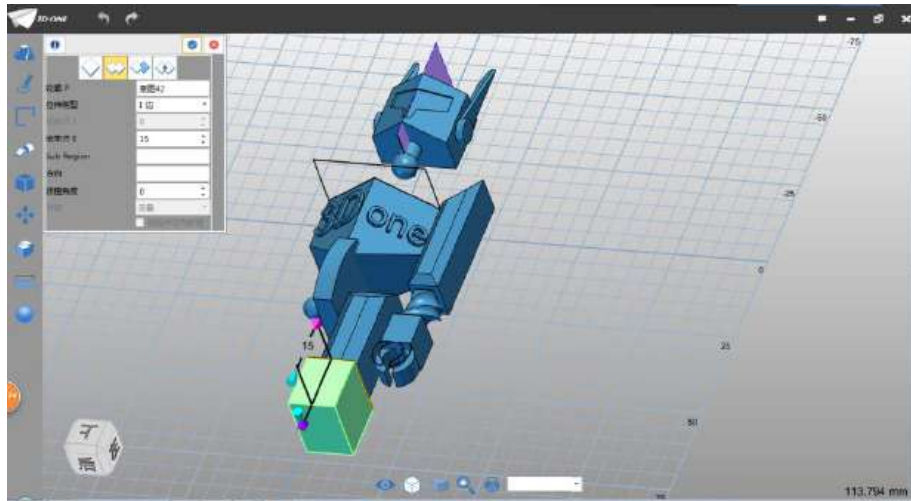

图 4-9
Step 9 点击确定，完成矩形绘制，选择拉伸命令，拉伸类型选择 1 边，结束点输入 15，布尔运算设为加运算，如下图 4-9 所示：